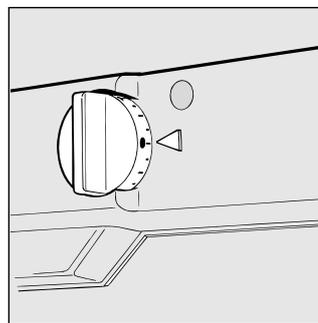

Fig. 3
- Se la brina ha superato i 5 mm bisogna fare lo sbrinamento. Procedete così: posizionare la manopola per la regolazione delle temperature **A** nella posizione **●** (Fig. 3); avvolgete tutti i surgelati e i congelati in carta da giornale mettendoli o in frigorifero o in un luogo fresco. Lasciate aperta la porta in modo che la brina si scioglia del tutto, aiutandola con dei contenitori pieni di acqua tiepida.